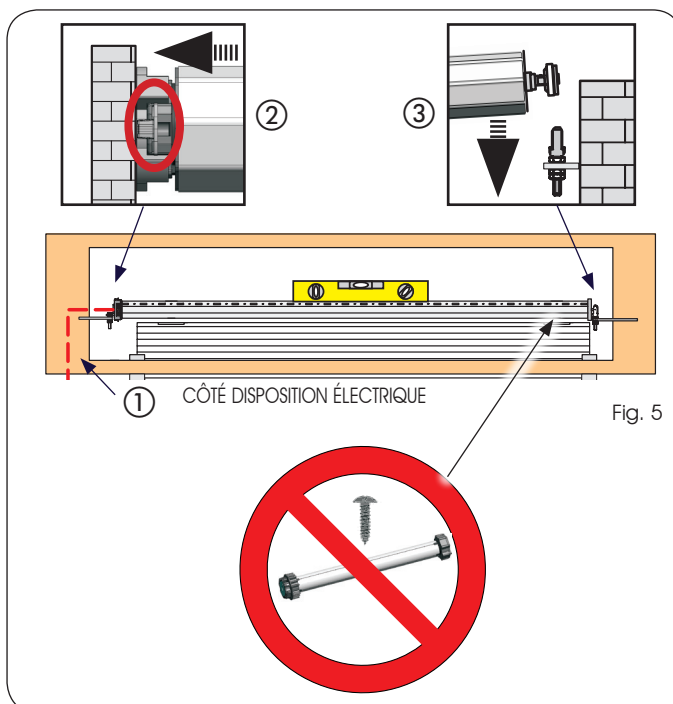

Fig. 5
- 5) Monter le support du moteur précédemment choisi, du côté de la disposition électrique (Fig. 5 réf. ①).
- 6) Introduire le rouleau motorisé dans le support du moteur (Fig.5 réf. ②) et sur le support de la calotte (Fig. 5 réf. ③).